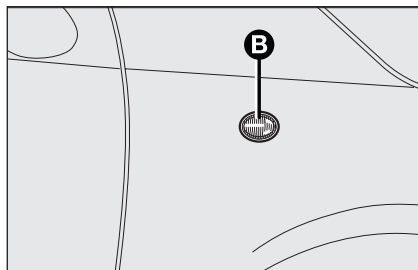

fig. 23
- ☐ faire lever latéralement au transparent **B**-fig. 23, de façon à comprimer l'agrafe de fixation, et extraire le groupe;